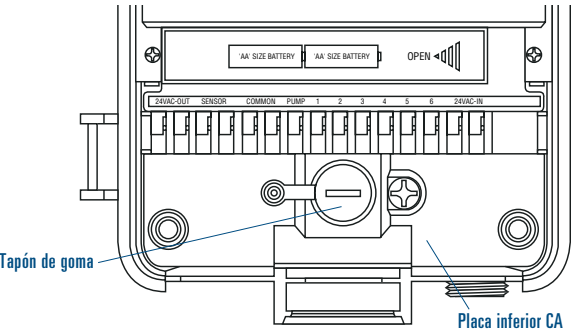

Ilustración A2: Placa inferior CA
- Extraiga el tapón de goma de la “Placa inferior CA”. [Ilustración A2]